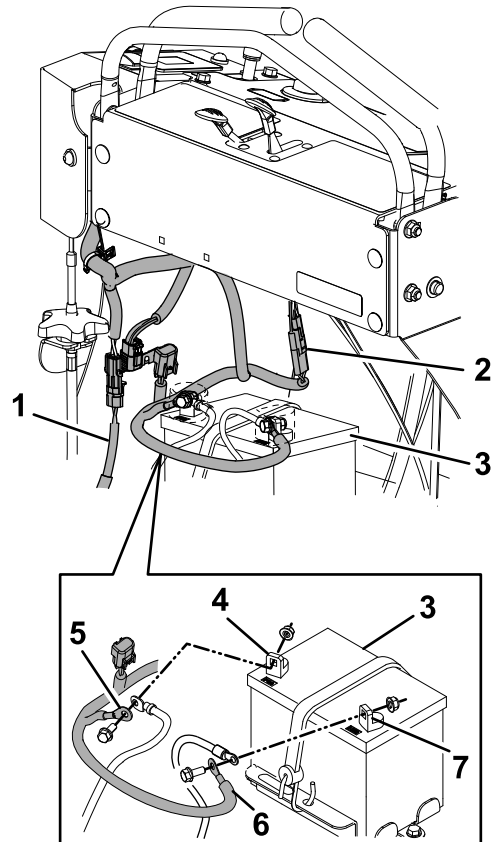

Figura 9
4. Retire el capuchón del cable del accesorio del arnés principal, y enchúfelo en el arnés del esparcidor como se muestra en la Figura 9.
anillo – Figura 9) y el cable positivo del arnés principal en la parte delantera del borne positivo de la batería, y sujételos con la tuerca y el tornillo. Repita el procedimiento con el cable negativo de la batería.